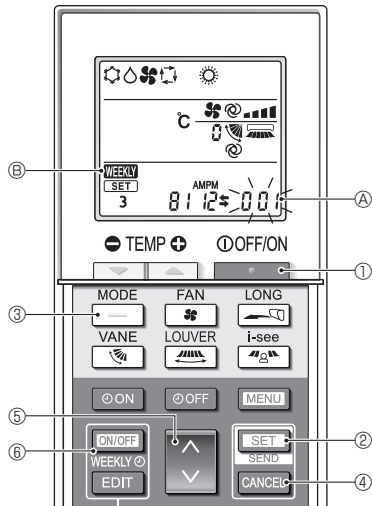

Fig. 5-12
5.12.8. Désactivation du mode AUTO (Fig. 5-12)
- Appuyez sur la touche **STOP** ① pour arrêter le climatiseur.
- Si la minuterie hebdomadaire est activée, appuyez sur la touche **ON/OFF WEEKLY** ⑥ pour la désactiver. (**WEEKLY** ⑥ disparaît.)
- Appuyez sur la touche **SET** ② pendant 5 secondes.
- L'appareil passe en mode de réglage des fonctions. (Le numéro de réglage du modèle (A) clignote.)
- Appuyez sur la touche **UP** ⑤.
- Achèvement des réglages (Fig. 5-12)